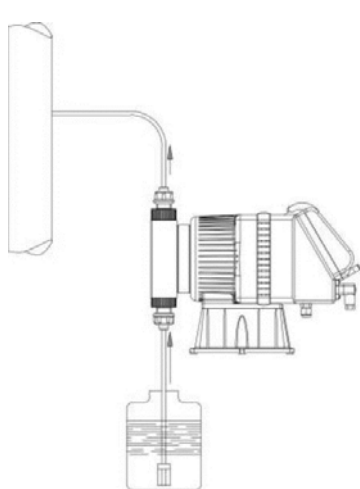
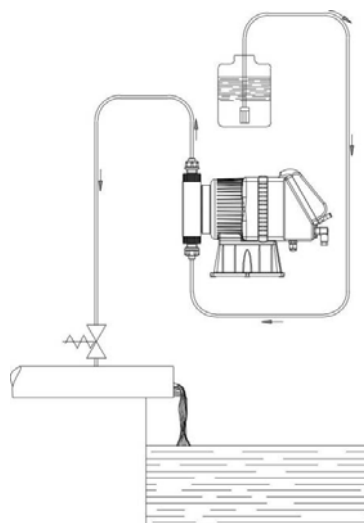

Fig. 5
Fig. 6
- Se l'impianto da trattare lavora alla pressione atmosferica (additivazione a scarico libero) ed il serbatoio dell'additivo deve essere assolutamente posizionato più in alto del punto di iniezione (Fig. 5), controllare periodicamente la funzionalità della valvola di iniezione, in quanto la sua eccessiva usura potrebbe portare all'immissione dell'additivo nell'impianto per caduta (anche ad apparecchiatura ferma). Se il problema dovesse permanere, inserire una **valvola di contropressione C** opportunamente tarata tra la pompa dosatrice ed il punto di iniezione (Fig. 6). Per liquidi che emanano esalazioni aggressive, non installare la pompa sopra al serbatoio a meno che tale serbatoio risulti chiuso ermeticamente.